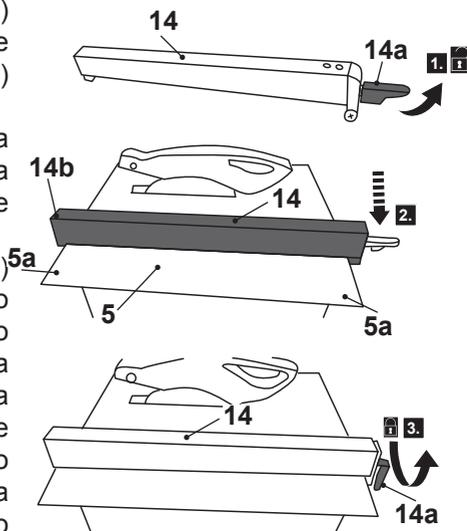

Fig. 7
1. Abre a alavanca de fixação (14a), mas não a remova (Fig. 7, passo 1).
2. Prenda o clipe metálico móvel (14b) na traseira da mesa de trabalho (5) e pouse-o sobre a mesa de trabalho (5) (Fig. 7, passo 2).
3. Assegure que a vedação da mesa (14) está paralela com a direção da lâmina alinhando a mesma escala de nas duas régua de escala (5a)
4. Fixe a vedação da mesa (14) fechando a alavanca de fixação (14a) no sentido a mesa de trabalho (5). Se não for possível fechar a alavanca de fixação (14a), solte-a rodando no sentido anti-horário e tente novamente. Se estiver muito solta, aperte-a rodando a alavanca de fixação (14a) no sentido horário (Fig. 7, passo 3).